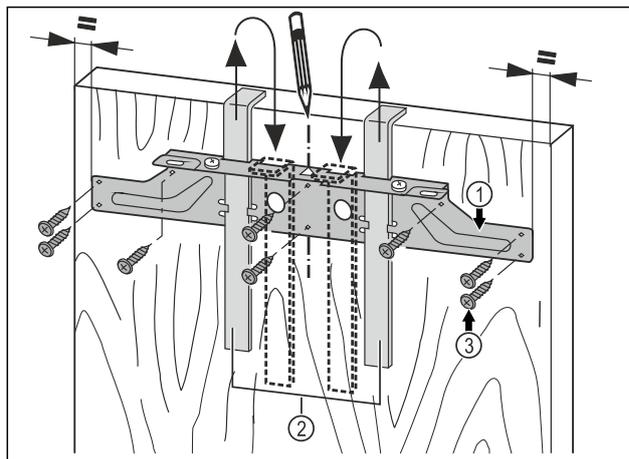

Fig. 45
- Accrocher la traverse de fixation Fig. 45 (1) du côté intérieur de la porte du meuble avec les aides au montage Fig. 45 (2).
- Aligner la traverse de fixation Fig. 45 (1) au centre de la porte.
- visser fermement la traverse de fixation Fig. 45 (1) avec au moins 6 vis Fig. 45 (3).
- visser fermement la traverse de fixation Fig. 45 (1) au bord avec 4 vis Fig. 45 (3).
- Retirer les aides au montage Fig. 45 (2) par le haut et les insérer retournées dans les ouvertures situées à côté.